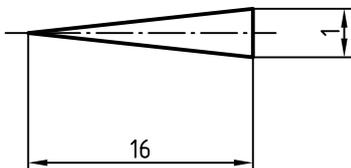
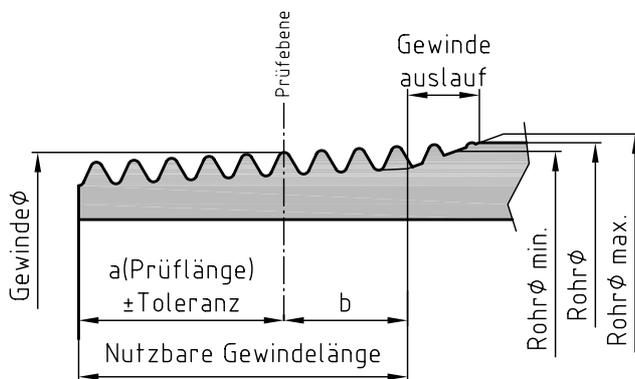
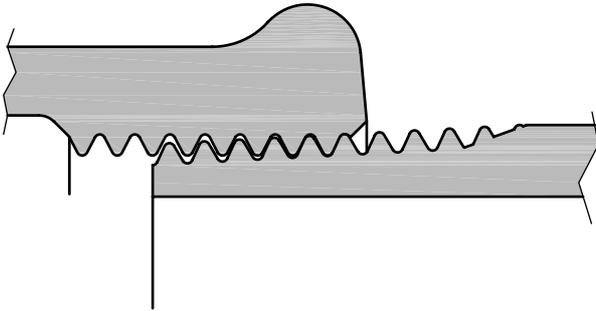
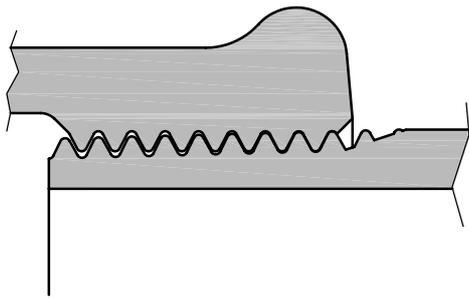

Abb. 2 Konizität des Aussengewindes 1:16 Das Gewindeprofil ist rechtwinkelig zur Rohrachse
Abb. 4 Kegeliges Aussengewinde R
Abb. 5 Von Hand verschraubt
Abb. 6 Mit Werkzeug verschraubt
(Abb. 4) sind einige interessante Details zu beachten. Wie schon der Name sagt, ist es kegelig (konisch) geschnitten, und zwar im Verhältnis 1:16 (Abb. 2)
- Die Prüflänge „a“ (Abb. 4) ist so festgelegt und toleriert, dass auch bei dem kleinstmöglichen Innengewindedurchmesser das Aussengewinde leicht eingeschraubt werden kann und dass das sparsam aufgetragene Dichtungsmaterial einwandfrei in die Verbindung eingezogen wird.
- Die Anzugstrecke „b“ (Abb. 4) ist die für die Dichtung massgebende Gewindepartie. Die am Gewindegrund voll ausgeschnittene Gewindelänge hinter der Messebene ist so gewählt, dass sich auch beim grösstmöglichen Innengewindedurchmesser genügend Anzugstrecke mit dem Werkzeug ergibt, die zu einer starken Pressung zwischen den Gewinden und damit zu einer dauernd zuverlässigen Abdichtung führt.
Abb. 5 zeigt die Verhältnisse beim Verschrauben einer z.B.: 1 Zoll-Verbindung mit von Hand aufgeschraubtem Fitting. Am Aussengewinde stehen noch 2 3/4 Gänge für den Anzug mit dem Werkzeug zur Verfügung (siehe Tabelle Rohrgewinde Seite 74).
Abb. 6 zeigt, Abb. 5 folgend, die nach Norm verschraubte Gewindeverbindung. Zum Ausgleich der Abgangsrichtung des Fittings (oder der Baulängen der fertig montierten Leitung) kann auch etwas weniger oder etwas mehr verschraubt werden. Die Verbindung ist trotzdem einwandfrei dicht.
- Das Ende des nutzbaren Aussengewindes (Länge a+b, siehe Abb. 4) soll mit dem Werkzeug nicht tiefer als bis zum ersten ausgebildeten Gewindegang des Innengewindes eingeschraubt werden (siehe Abb. 6), sonst kann die Dichtpressung durch den unvollständigen Gewindegrund des Aussengewinde-Auslaufes gefährdet werden.